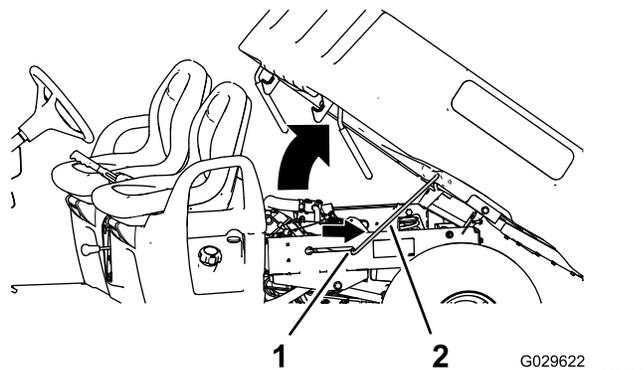

Рисунок 14
2. Вставьте опорную стойку в фиксирующий паз для удерживания кузова (Рисунок 14).
2. Вытяните опорную стойку из паза с фиксацией (Рисунок 14).
3. Опустите кузов, чтобы он надежно зафиксировался на месте защелками (Рисунок 14).